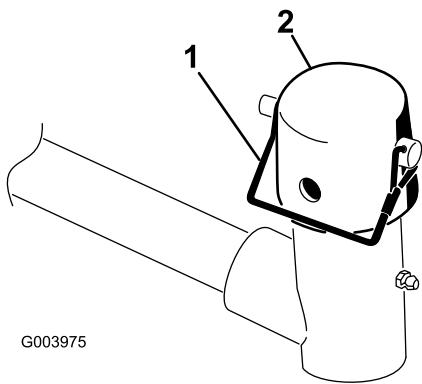

**Figura 9**
**Importante:** Nas unidades de corte n.º 4 (frontal esquerda) e n.º 5 (frontal direita) (Figura 7), utilize as porcas de montagem do suporte da barra para instalar o guia de tubos na frente dos separadores da unidade de corte Figura 8. Os guias de tubos devem inclinar para a unidade de corte central (Figura 8 e Figura 9).